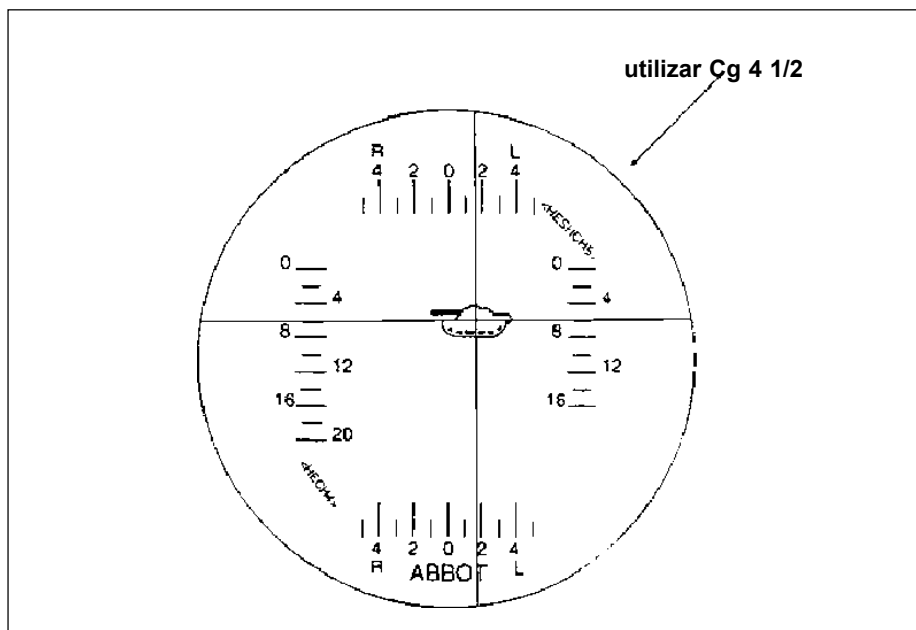

Fig 6-3. Ponto de Pontaria
(1) Luneta cotovelo: é provida com um botão de alcance (acima) e um botão de decalagens (esquerda) para movimentação dos retículos de alcance e decalagens, respectivamente. A luneta cotovelo contém escalas para as granadas anticarro e explosiva. O alcance pode ser aproximado para 50 m e a decalagem para 0,25.
(2) Alça e massa de mira do aparelho de pontaria: a decalagem é registrada usando-se um botão serrilhado situado atrás do protetor de borracha do aparelho de pontaria. O botão é ajustado com um sistema de "clicks". Cada "click" representa 0,5 unidade de decalagem. Alcances são convertidos para elevações e registrados no respectivo quadrante (QE).
e. Ponto de pontaria - O ponto de pontaria é o centro da massa visível do alvo, exceto quando for comandado o contrário. A Fig 6-3 ilustra o correto ponto de pontaria para o alcance 600 m e decalagem de Esqrd 1 ½ (alvo se deslocando perpendicularmente à direção de tiro com velocidade = 15 Km/h), utilizando-se a granada anticarro.